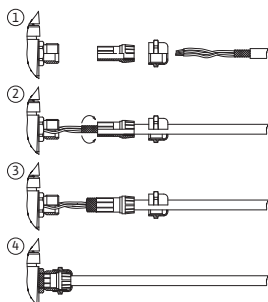

Fig. 25: Blindagem
A blindagem é ligada na passagem de cabos do módulo eletrónico. Ver Fig. 25.
Os cabos da entrada digital, das entradas analógicas e da comunicação de bus devem ser blindados através do prensa-fios metálico da passagem de cabos (Fig. 19, pos. 4, 5 e 6). Blindagem, ver Fig. 25.